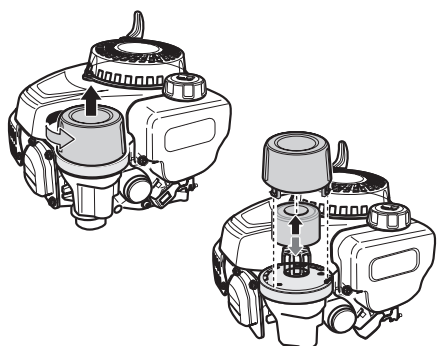
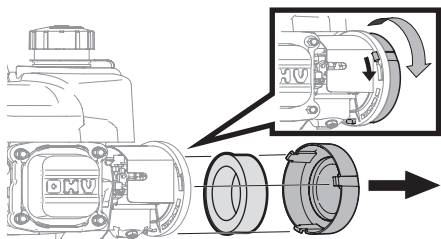

Figure 11
Figure 12
1. Tournez le couvercle du filtre vers la gauche et soulevez-le (moteur de 79 cm³ et 132 cm³, Figure 11) ou retirez-le de la base du filtre (moteur de 140 cm³, Figure 12).